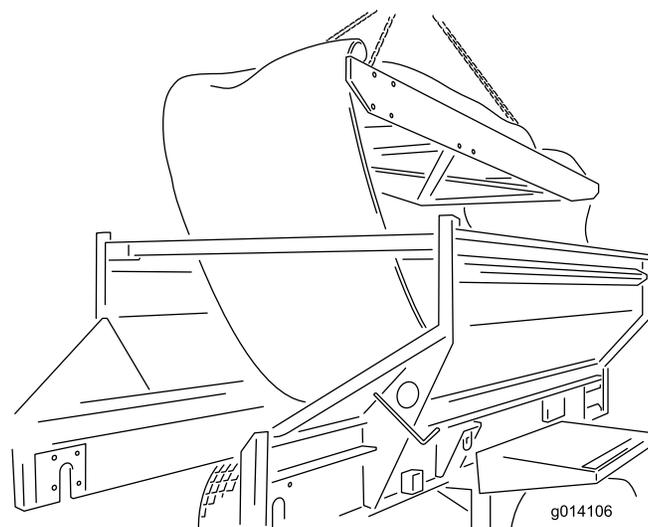

Рисунок 49
24. Извлеките съемный блок через верх машины. Поставьте его на площадку (Рисунок 49).